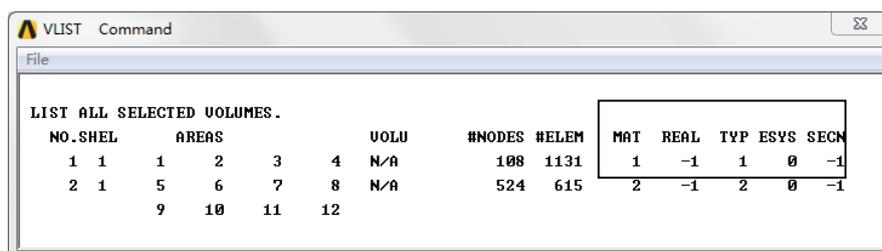

图 5-24 体对象信息列表显示
(6) 选择【Utility Menu】/【List】/【Volumes】命令，弹出如图 5-24 所示的体对象列表，图中方框部分为分配给体对象的属性显示。